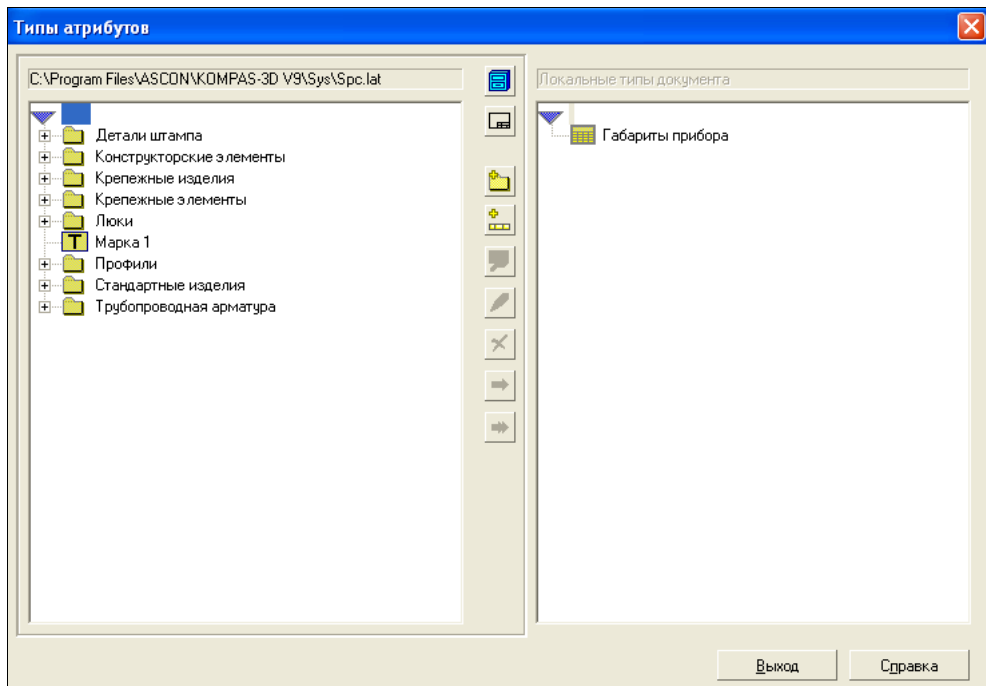
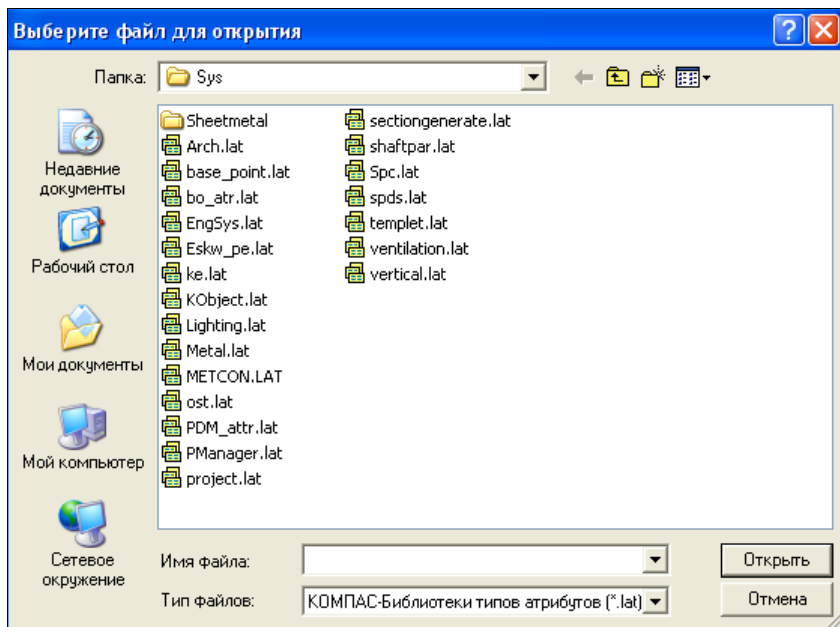

Рис. 27.1. Диалоговое окно **Типы атрибутов**
Рис. 27.2. Диалоговое окно со списком библиотек атрибутов системы
- ◆ из Строки меню вызовите команду **Сервис►Библиотеки стилей►Типы атрибутов**. На экране появится окно **Типы атрибутов** (рис. 27.1) с двумя окнами просмотра списков типов атрибутов. По умолчанию оба пустые.
- ◆ нажмите кнопку **Показать библиотеку** и в окне со списком библиотек атрибутов системы (рис. 27.2) выделите библиотеку **templet.lat**. Нажмите кнопку **Открыть** — в окне появится список типов атрибутов выбранной библиотеки;
Чтобы создать новую библиотеку атрибутов, необходимо в открытом окне **Выберите файл для открытия** со списком библиотек атрибутов системы (см. рис. 27.2) в поле **Имя файла** ввести новое имя вашей библиотеки и нажать кнопку **Открыть**. Подтвердите создание библиотеки, нажав кнопку **Да**. Активное окно диалога **Типы атрибутов** (см. рис. 27.1) очистится. Далее